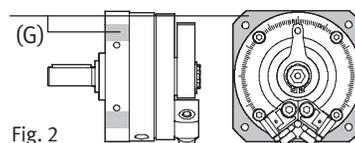

Fig. 2
Med de grå ställena (G) (Fig. 2) indikeras de områden där fler hål kan borraras på DSM (t. ex. för isättning av centreringsstift).